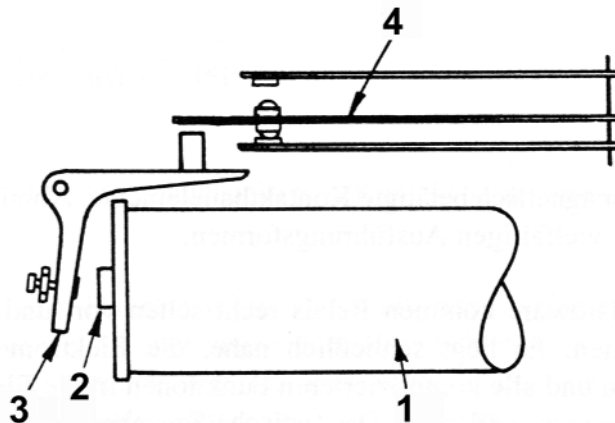

Abbildung 1.1.20 Relais mit Anker
Abbildung 1.1.20 zeigt den grundsätzlichen Aufbau eines "klassischen" Relais. Eine Spule (1) mit Eisenkern (2) zieht, wenn erregt, einen Anker (3) an, der bewegliche Kontaktfedern (4) umschaltet (üblicherweise von Ruhekontakten auf Arbeitskontakte). Bei ausgeschalteter Erregung wird der Anker durch Federkraft in die Ausgangslage zurückgeführt.
Ein Mindest-Luftspalt ist notwendig, sonst bleibt nach Abschalten der Erregung der Anker am Kern kleben! (Das ist die Aufgabe der Justierschraube am Anker in Abbildung 1.1.20. Relais der Massenfertigung haben im Anker einen Niet aus nichtmagnetischem Material oder einen auf andere Weise ausgebildeten Anschlag.)